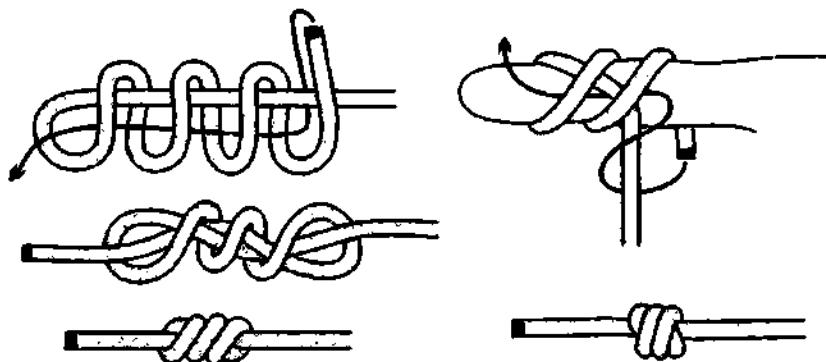

Рис. 81. 2-й способ вязки кровавого узла: А – тройной простой узел; Б – двойной простой узел, завязанный на пальце.
**2-й способ вязки кровавого узла.** Ходовой конец обносится вокруг коренного и пропускается внутрь сквозь все шлаги (рис. 81). Этим способом удобнее формировать узел вокруг пальца, ладони руки или какого-либо предмета округлой формы (рис. 81 Б). Обмотав ходовым концом коренной конец и предмет, узел снимается с предмета, и ходовой конец пропускается внутрь шлагов. Чтобы узел затянулся ровно и без перехлестов, необходимо одновременно тянуть за оба конца.